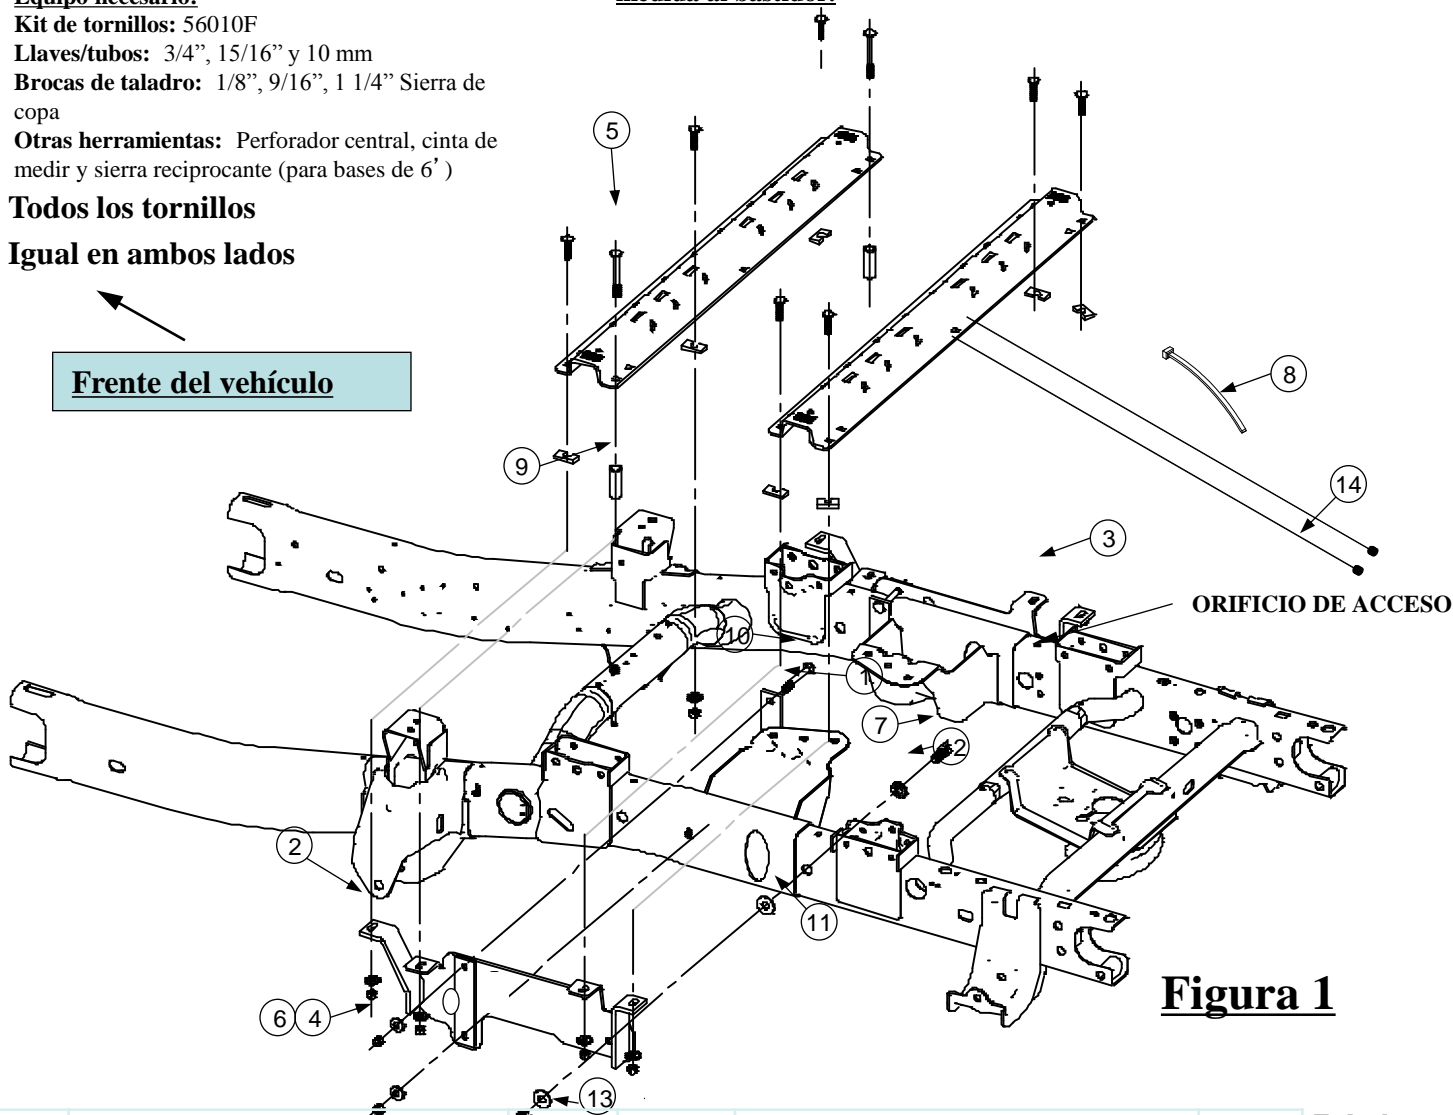

Figura 1
8. Con un cable de halar de 5/8" (14) instale un perno de 5/8" (7) a través del orificio de acceso en el interior del bastidor, coloque una arandela plana de 5/8" (11) en el perno de 5/8" (7) en el exterior del bastidor. Dirija el cable de halar a través del orificio posterior del soporte del bastidor (2) (3), sin apretar instale la arandela plana 5/8" (11) y tuerca de 5/8" (13). (Ver Figura 1).
9. Sin apretar instale las correas (1), pernos de carruaje (10), soportes laterales (2) (3), arandelas cónicas de 1/2" (4) y tuercas de 1/2" (6). (Ver Figura 1).
10. Mueva el larguero de montaje a su posición. Instale los pernos de carruaje de 1/2"-13 x 2 1/2" con el espaciador en forma de U para localizar en el corrugado entre la caja y el larguero de montaje o entre la caja y el soporte lateral (2) (3). **(Observe que el espaciador en U es para eliminar el corrugado abultado de la base.)** Una con espaciadores y tuercas según las ilustraciones y apriete con firmeza para impedir que el larguero del bastidor se mueva.